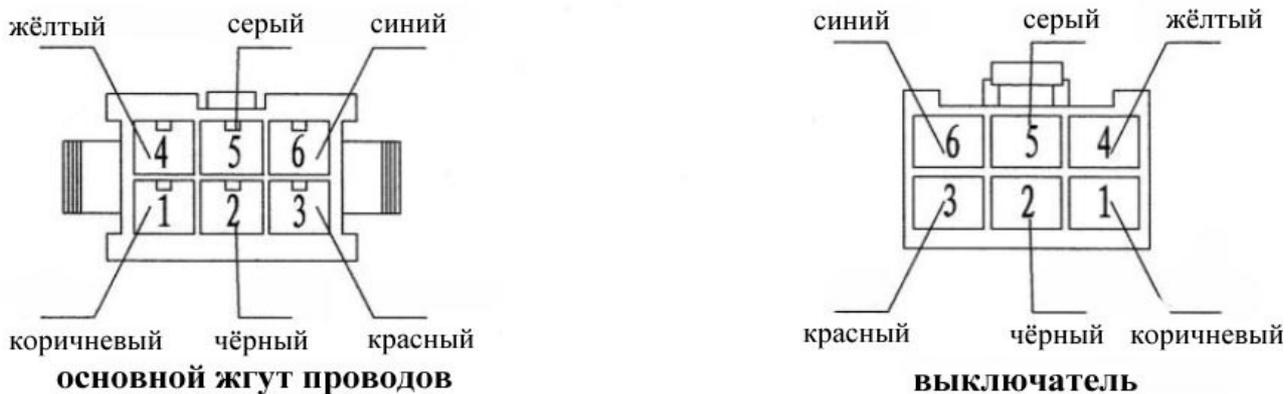

Рис.19
4.5.6 Используйте четыре самореза чтобы закрепить выключатель в удобном для работы и обзора индикатора месте. Концы проводов выключателя должны быть закреплены на разъёме в соответствии с Рис. 19, который при помощи самозащёлкивающегося механизма вставляется в разъём Х9 на основном жгуте проводов.